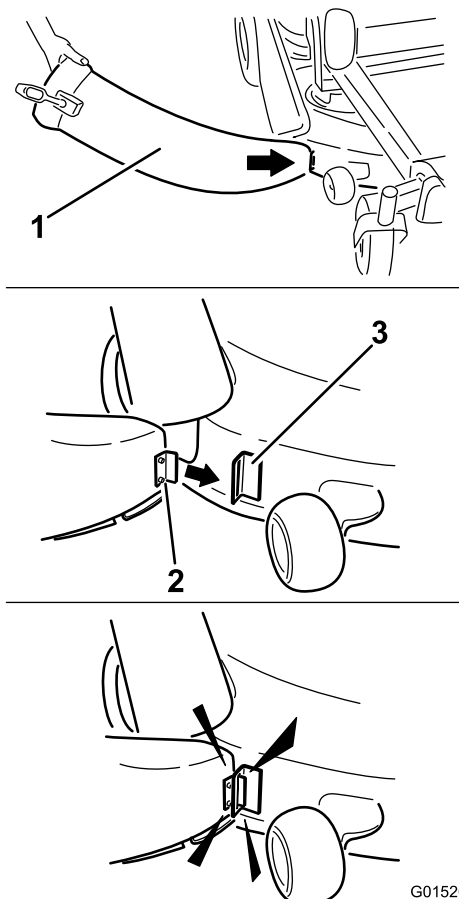

Figura 19
1. Inserite ad angolo la linguetta metallica sul frontale della guida di scarico nell'apertura prevista nella staffa saldata sul piatto di taglio, davanti al deflettore di scarico (Figura 19).